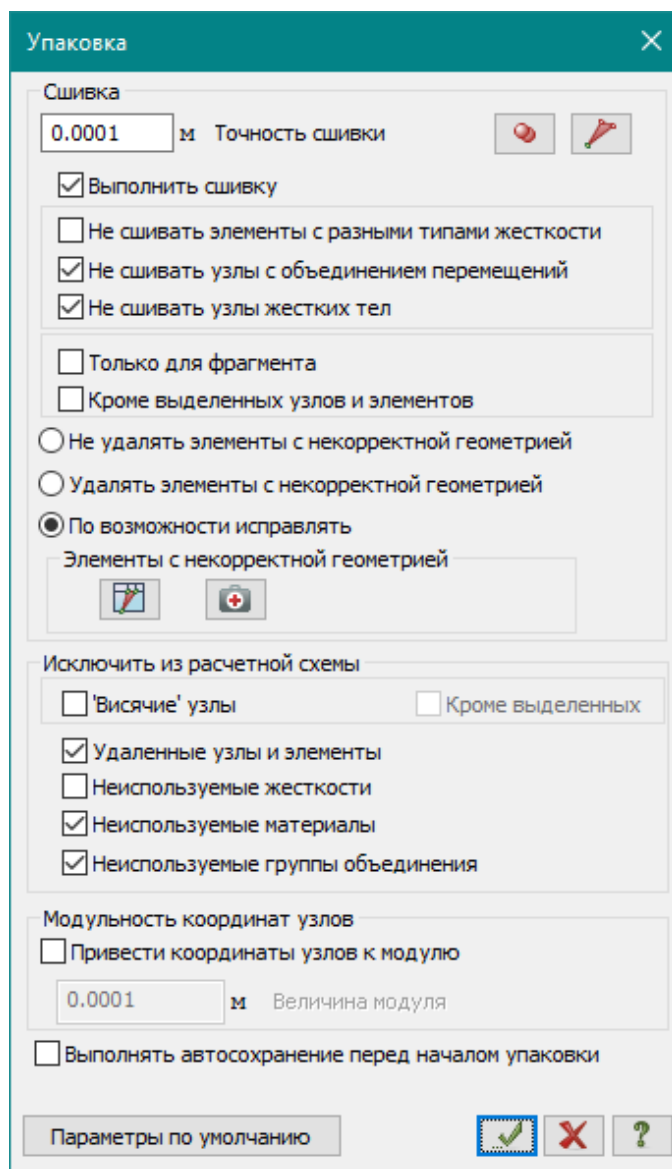

Рис.6.4. Диалоговое окно **Упаковка**
**редактирование**) вызовите диалоговое окно **Упаковка** (рис.6.4). В этом окне щелкните по кнопке  – **Применить** (упаковка схемы производится для сшивки совпадающих узлов и элементов, а также для безвозвратного исключения из расчетной схемы удаленных узлов и элементов).